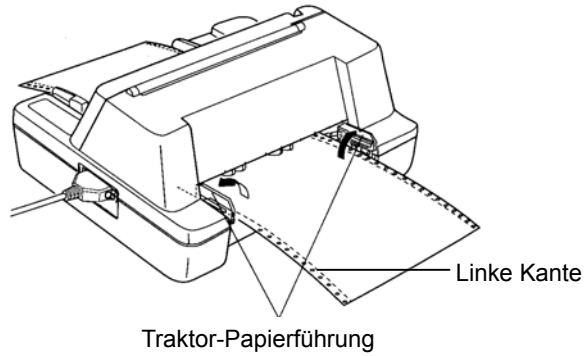

Abbildung 3-7 Einlegen von Endlospapier in den Traktor
- 4 Die Papierführung des Traktors öffnen und das Papier gemäß Abbildung 3-7 auf die Transportsprossen legen. Die Papierführung schließen. Bei vorgedrucktem Papier oder Labeln muss die bedruckte Seite bzw. die Label-Seite nach oben zeigen.